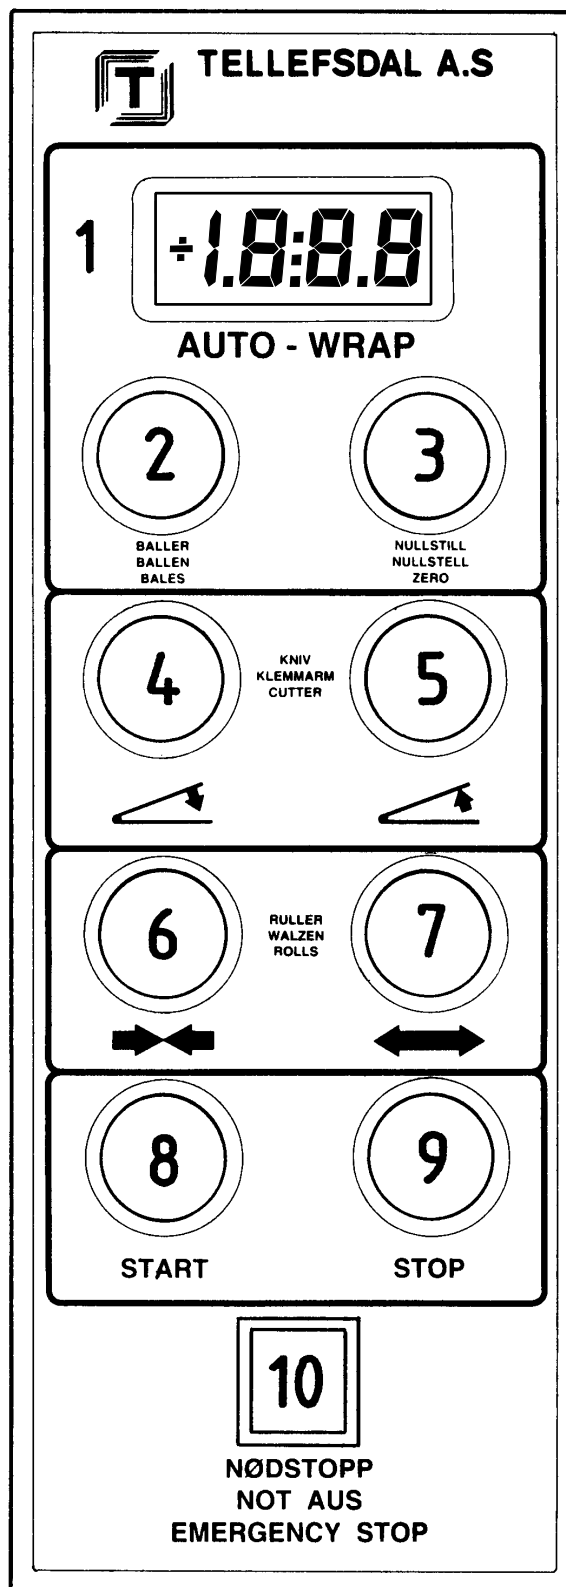

Fig. 7-1
På styreboksens frontpanel finnes 8 funksjons-trykknapper, et LCD display og en nødstopknapp. Vi skal gå igjennom de forskjellige funksjoner displayet og de forskjellige knappene har samt de kombinasjonsmuligheter som finnes. Den aktuelle knapp beskrives i teksten både med funksjonen til knappen, f.eks. "START", og pos. angivelsen på bildet av styreboksen, (fig. 7.1), som f.eks. (8).